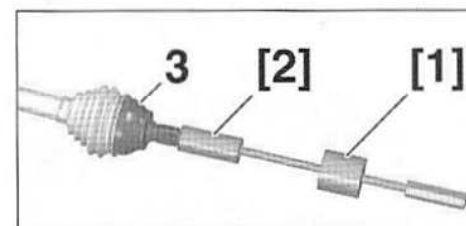

FIG.10
- le bol (3) à l'aide des outils [1] et [2] (Fig.10),